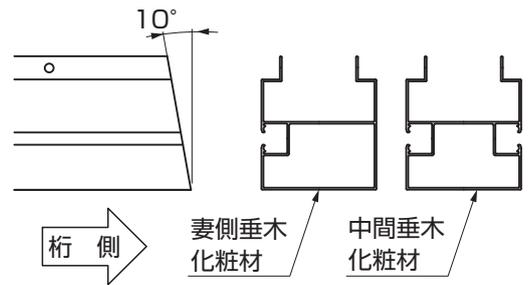

図14-3
- 垂木化粧材の端が10°切欠いている側を桁側にしてください。(図14-3参照)